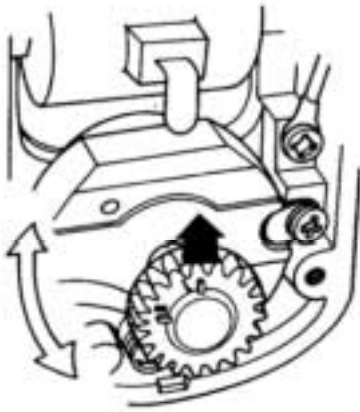

Figure 7.14
- B. Aligner le "L" ou le "R" (cela dépend du sens de rotation de la magnéto – voir la plaque d'identification de la magnéto) sur le pignon de rotor de manière à ce qu'il soit dirigé vers le câble à haute tension de la bobine. Maintenir l'arbre de rotor pour éviter qu'il ne tourne durant le montage. L'alignement du pignon de rotor est très important. (Voir figure 7.14)